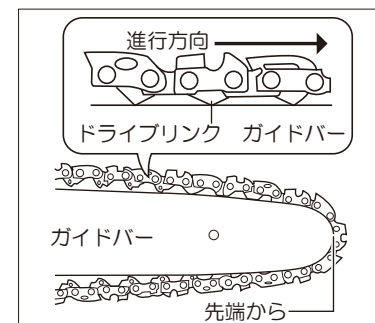

図12
- ②ガイドバーの先端からソーチェーンのドライプリングをガイドバーの溝にはめ込みます。(図12参照)